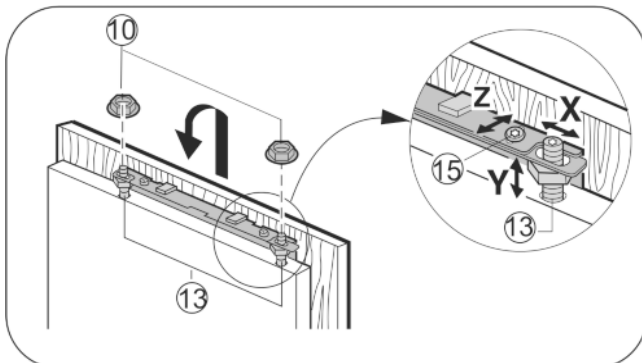

Fig. 27
- ▶ Навесьте мебельную дверцу на регулировочные болты Fig. 27 (13) и контргайки Fig. 27 (10) накрутите на регулировочные болты, не затягивая.
- ▶ Выравнивание мебельной двери по высоте Y и боковому наклону: с помощью отвертки установите положение регулировочными болтами Fig. 27 (13).
- ▶ Затяните контргайки Fig. 27 (10).